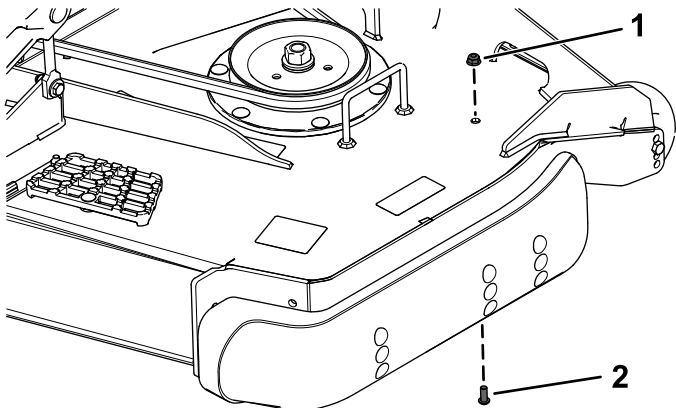

Рисунок 6
1. Видаліть гвинт зі сферичною головкою (5/16 x 3/4 дюйма) та фланцеву гайку (5/16 дюйма) з лівого боку деки газонокосарки (**Рисунок 6**).